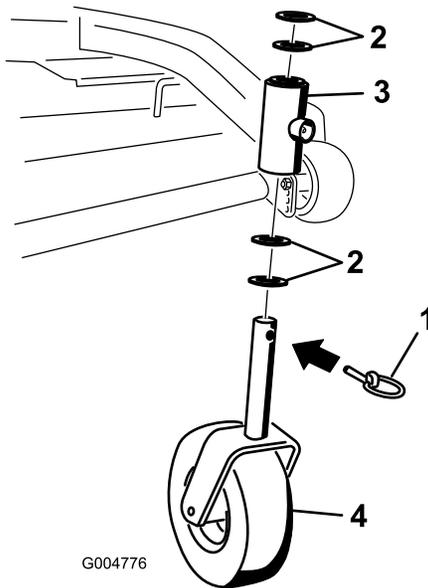

Figure 43
2. Enlevez la goupille de sécurité et la ou les entretoise(s) du haut de la chape de la roue pivotante (Figure 43).
6. Vérifiez l'usure de la chape de la roue pivotante et remplacez-la au besoin (Figure 43).
7. Insérez la chape dans les bagues à l'intérieur du tube de montage. Remplacez la ou les entretoise(s) sur la chape et fixez-les avec la bague de retenue (Figure 43).